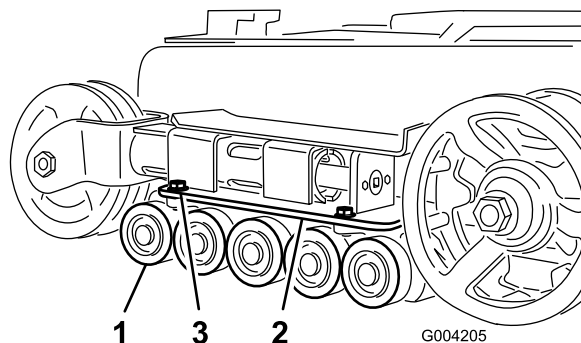

Figura 44
- Retire los 4 pernos que sujetan cada guía de oruga inferior, que contienen las ruedas de rodaje, y retírelas (Figura 44).